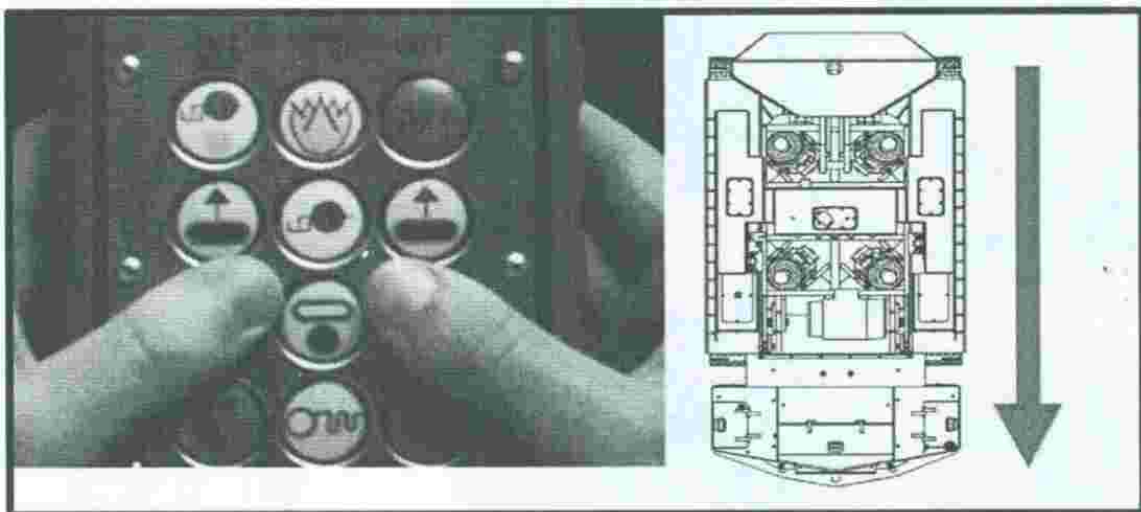

Figura 7C. Botones para avance hacia atrás.
B. Atrás (Oprima ambos botones TRM REV (ARR. ATR)) (Ver figura 7C).